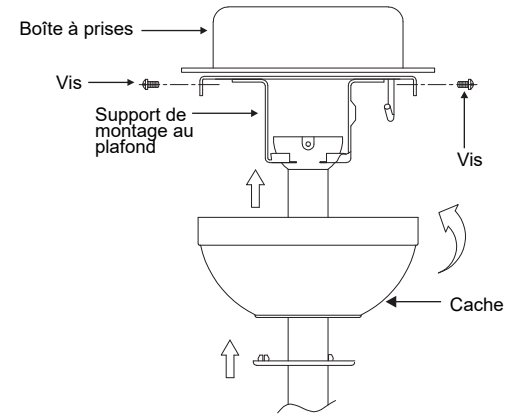

Fig. 15
Étape 2. Glisser le cache jusqu'au plafond et le fixer au support de montage au plafond avec quatre (4) vis sur le bord supérieur du support de montage. Insérer chaque vis dans le trou de montage du cache et dans le support de montage. Serrer solidement toutes les vis. (Fig. 15)